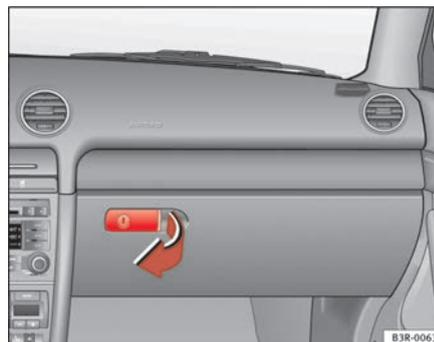

Fig. 137 Guantera
- Tire de la empuñadura de la tapa en la dirección de la flecha ⇒ página 166, fig. 137 y abra la tapa hacia abajo.
- Abra la guantera ⇒ página 166, fig. 137.